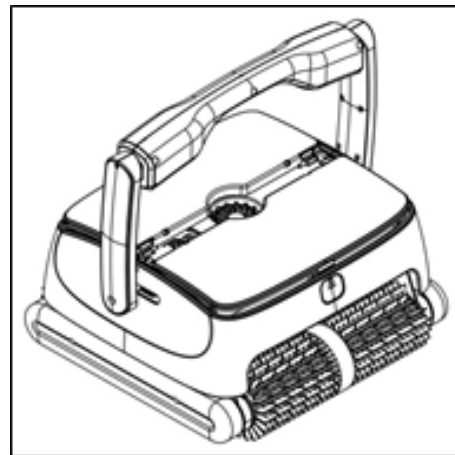

Figure 2
- b. Le clapet du dessus se déverrouille automatiquement (voir figure 2)